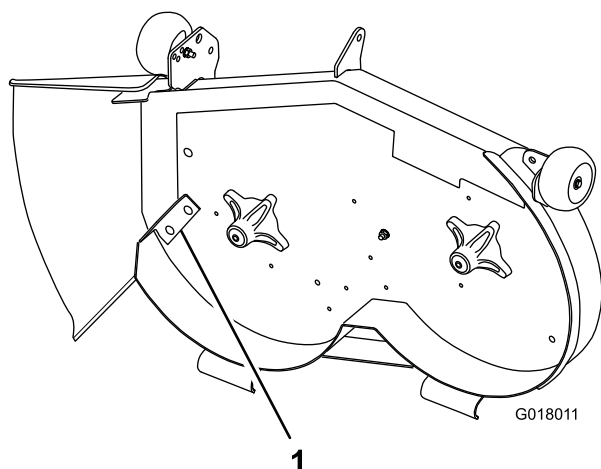

Figure 1
- Trouvez le déflecteur sur l'ouverture d'éjection latérale sur le tablier (Figure 1).